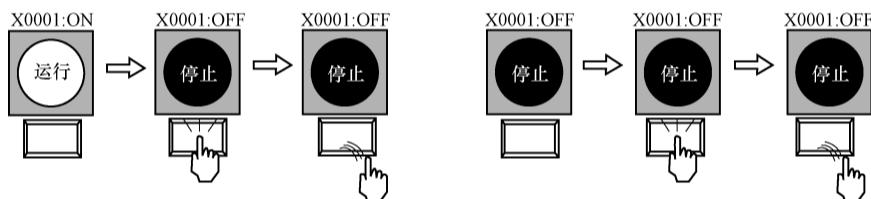

图 1-5-46 位开关 OFF 时状态示意
- ② 将指定位软元件设为 OFF (复位)，即按一下就立即复位，如图 1-5-46 所示。